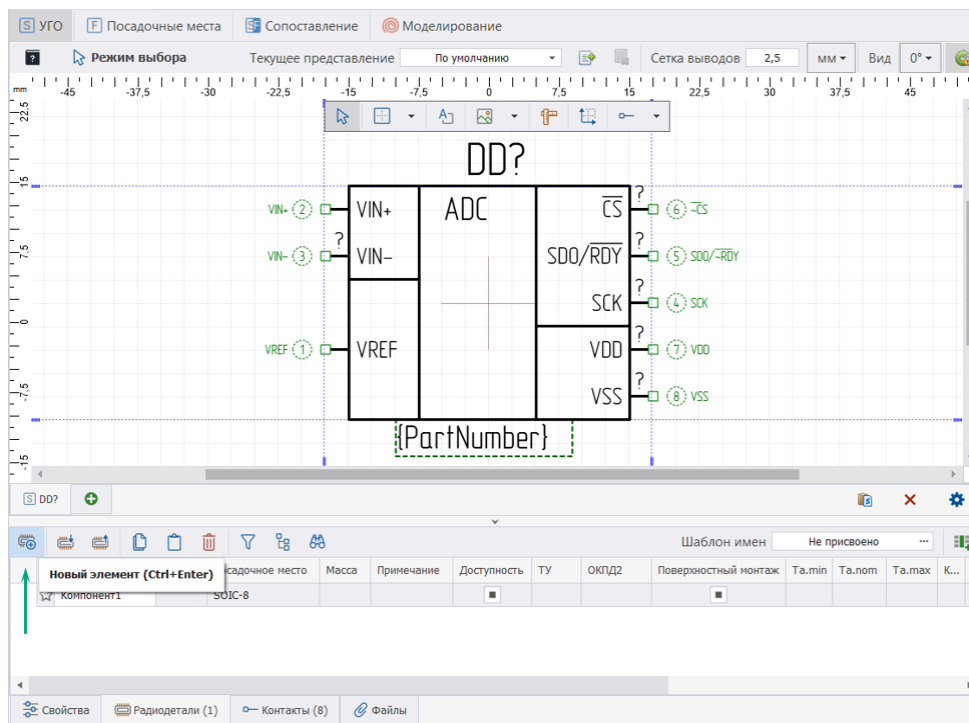

Рис. 247 Создание новой радиодетали
1. Нажать иконку  «Новый элемент», расположенную на панели инструментов вкладки «Радиодетали» редактора компонентов, см. Рис. 247.